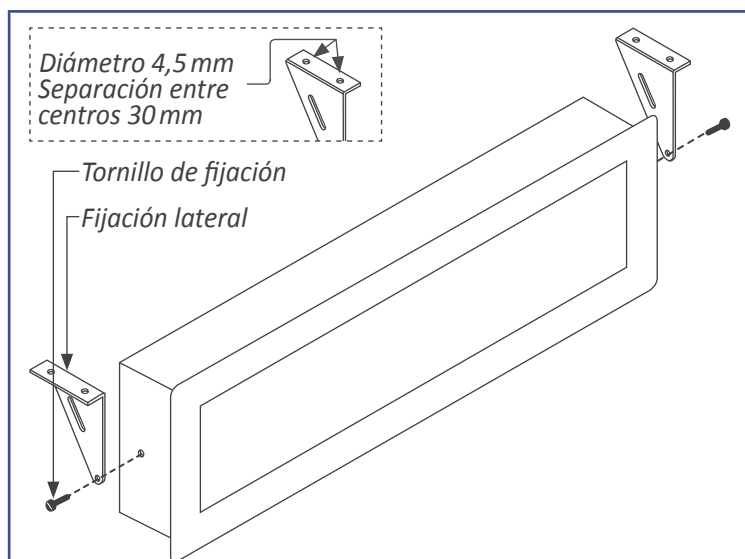

Figura 10 - Montaje para colgar
- Montaje para colgar. Montar las fijaciones laterales orientadas tal y como se indica en la figura (ver Figura 10). Cada fijación dispone de 2 agujeros de diámetro 4,5 mm y separación entre centros de 30 mm. Se puede colgar el instrumento utilizando cable, varilla roscada, ...